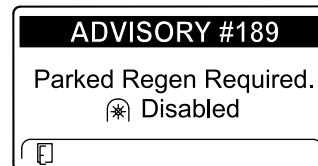

Figura 38
- Se não efetuar uma regeneração em estacionamento dentro de 2 horas, o InfoCenter indica que é necessária uma regeneração em estacionamento — tomada de força desativada AVISO N.º 189 (Figura 38).